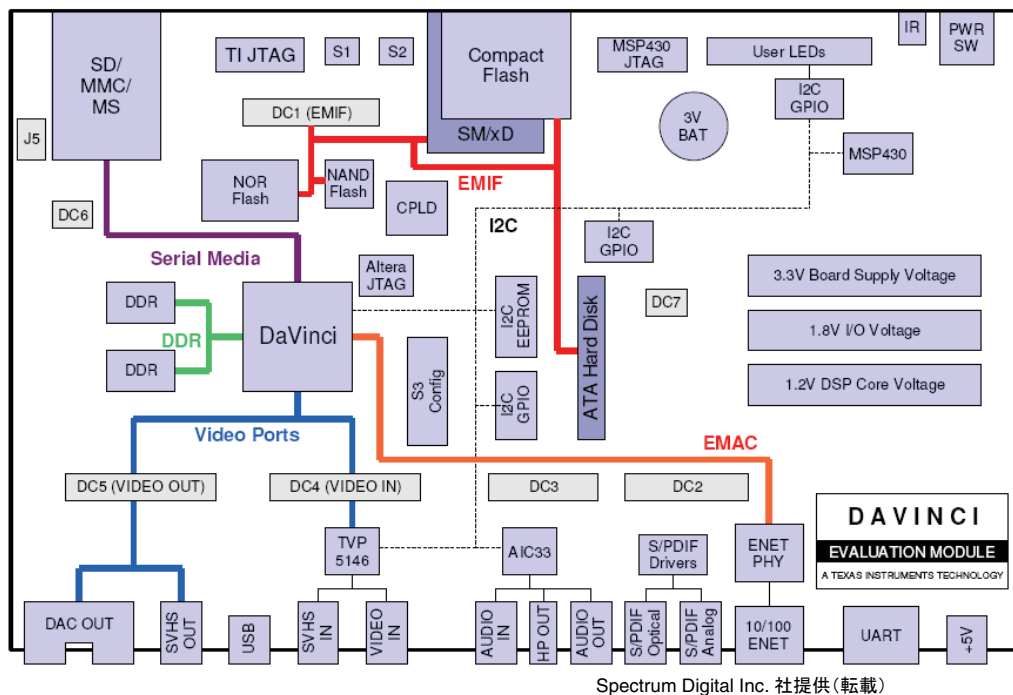

図 1-1. DVEVM ハードウェア・ブロック図
- 2) PAL ビデオを使用する場合には、S3 (USER) スイッチ・バンクのディップスイッチ 10 をオンにセットします。NTSC ビデオを使用する場合には、このディップスイッチ 10 をオフにセットします。S3 スイッチ・バンクの位置は、図 1-1 を参照してください。